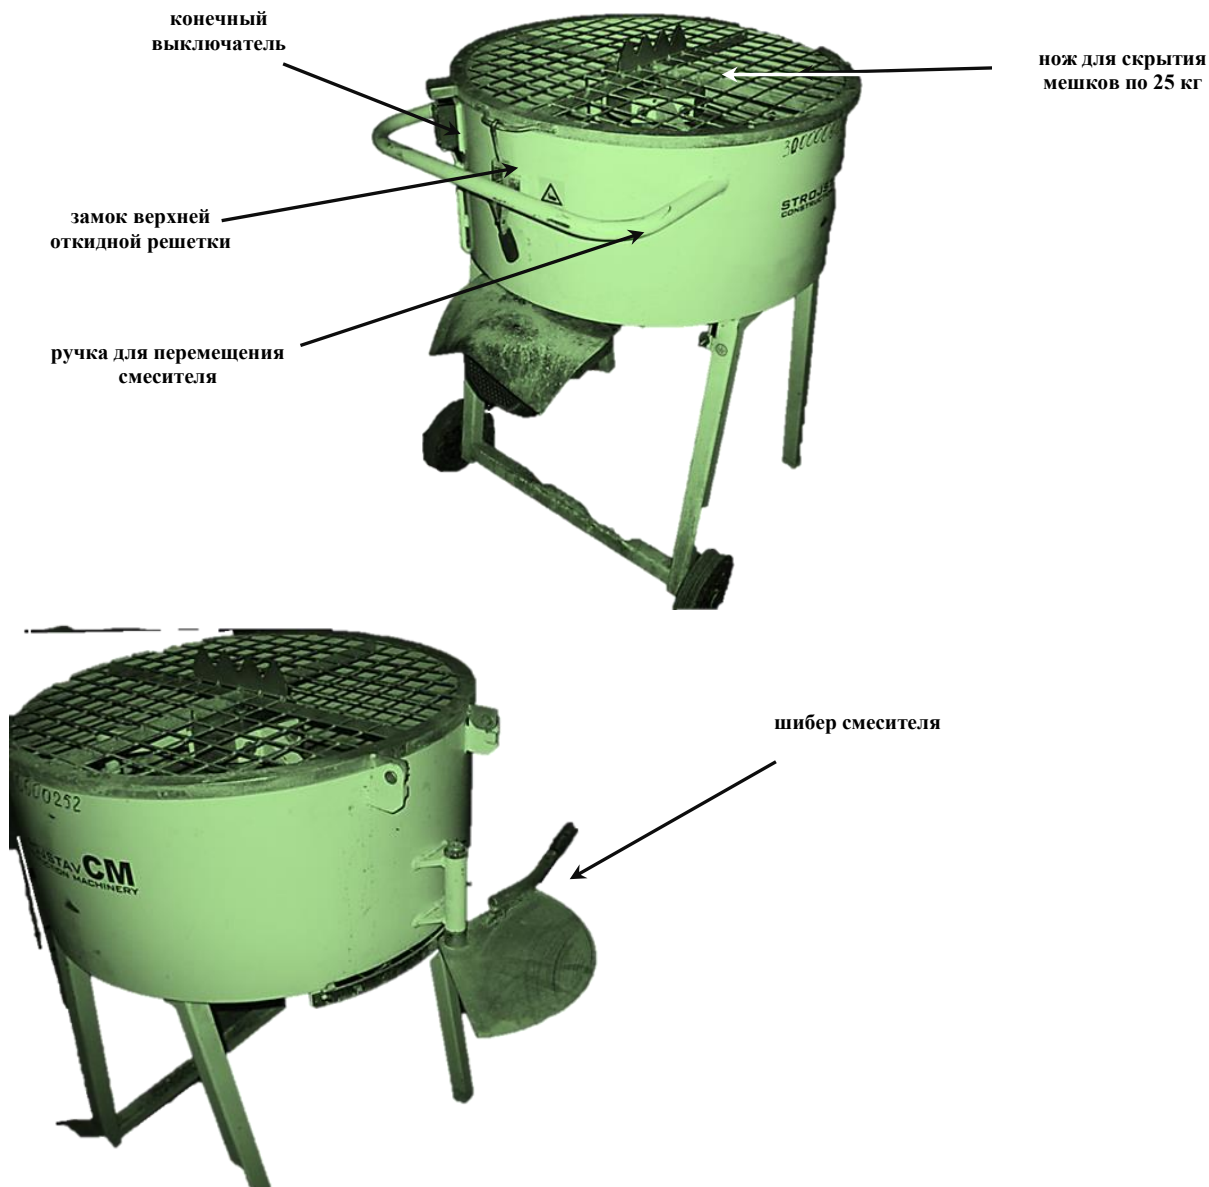

Рисунок 1. Передвижной смеситель
3.7.2 Составителю массы получить ключ-бирку от передвижного смесителя (рисунок 1) у лица, ответственного за выдачу-прием ключ-бирок от периодически используемых механизмов под роспись в журнале выдачи-приёма ключ-бирок от периодически используемых механизмов.